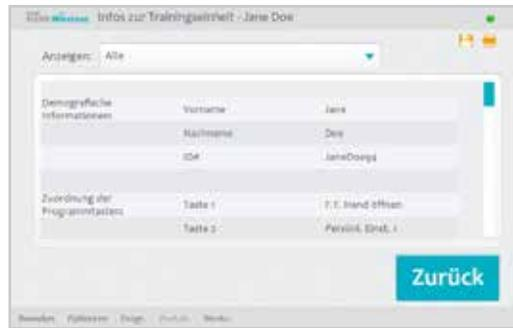

Abbildung 8-35: Fenster „Infos zur Trainingseinheit“
4. Daraufhin öffnet sich das Fenster „Infos zur Trainingseinheit“, in dem die gespeicherten Daten für diese Trainingseinheit angezeigt werden. Siehe Abbildung 8-35.